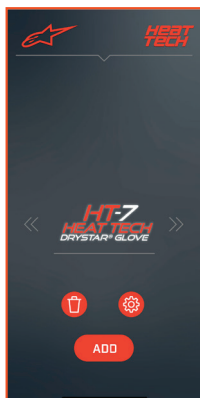

BILD 3
g. Sobald die Verbindung hergestellt ist, klicken Sie auf das Werkzeugsymbol, um den Zugriff auf den Systemverwaltungsbildschirm der Alpinestars Heat Tech App zu ermöglichen. Wenn Sie bitte das Mülleimer-Symbol klicken, können Sie Ihr Element löschen und die Verbindung zur App trennen (siehe App Bild 3).